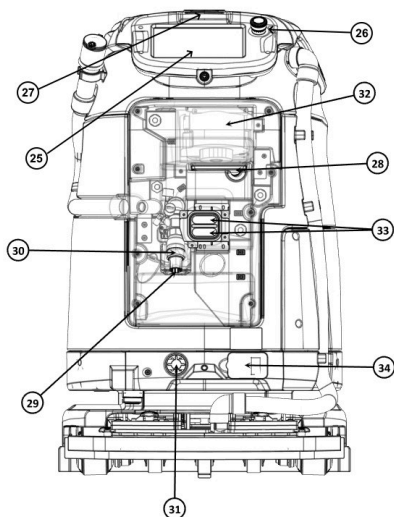

Figura 4
- 25. Ecran tactil (Figura 4)
- 26. Buton de oprire de urgență (Figura 4)
- 27. Cameră RGB superioară (Figura 4)
- 28. Gură de alimentare cu apă curată (Figura 4)
- 29. Orificiu de evacuare apă murdară (Figura 4)
- 30. Robinet cu sferă (Figura 4)
- 31. Robinet de apă curată (Figura 4)
- 32. Motor de aspirație (Figura 4)
- 33. Contacte de încărcare (Figura 4)
- 34. Capac port (Figura 4)